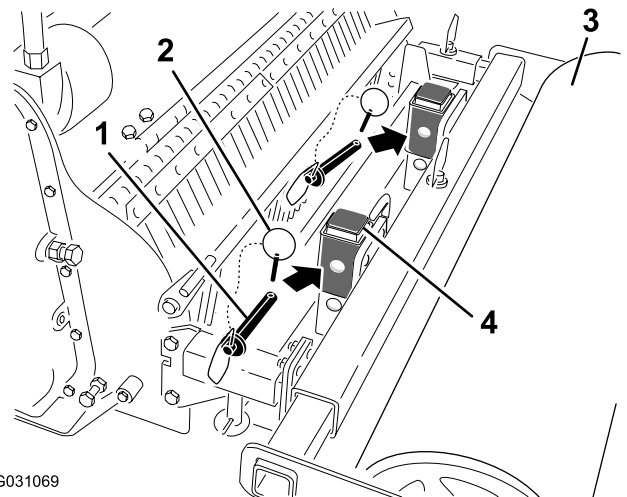

Figura 7
3. Remova os pinos de derivação dos postes de montagem da lâmina niveladora (Figura 7).